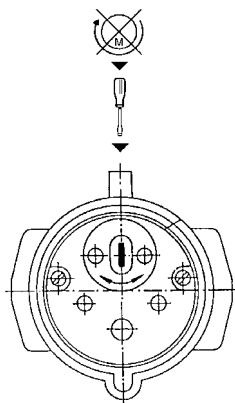

Fig. 3
- In dit geval moet de **faseomkeerder** in de CEE-stekker worden ingedrukt en 180° worden gedraaid met een geschikte schroevendraaier (fig. 3).